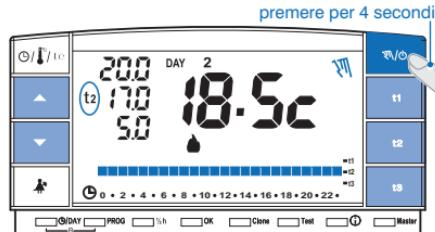

fig. 47
- Mantenere premuto il tasto "V/Ø" (circa 4 sec.), il simbolo "V" diventa fisso. Il livello di temperatura in corso è applicato a tutte le ore del giorno (es. fig. 47).